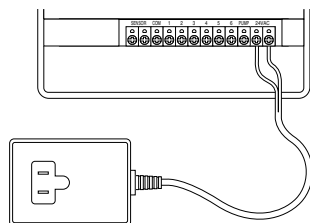

Ilustración 18: Conexión de arranque de bomba y transformador
- Conecte el transformador [Vea la ilustración 18]